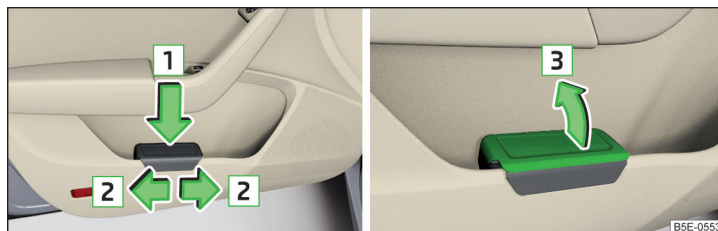

Fig. 93 Cubo de basura: colocar y mover / abrir
- » Presione el cubo de basura por el área trasera en el sentido de la flecha **1** » fig. 93.
- » Extraiga el cubo de basura en sentido contrario al de la flecha **1** » fig. 93.
- » Levantar la tapa en el sentido de la flecha **3** » fig. 93.